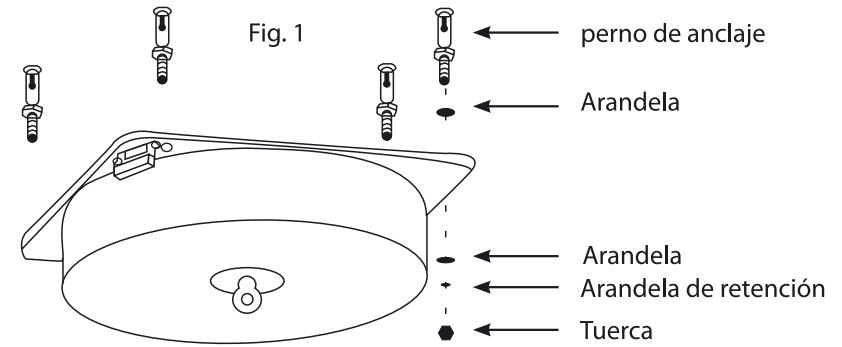

Fig. 1
1. Instalación de pernos de anclaje (Fig.1)